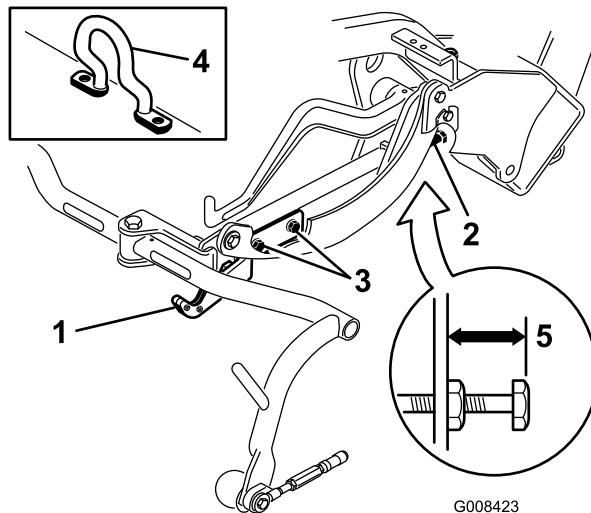
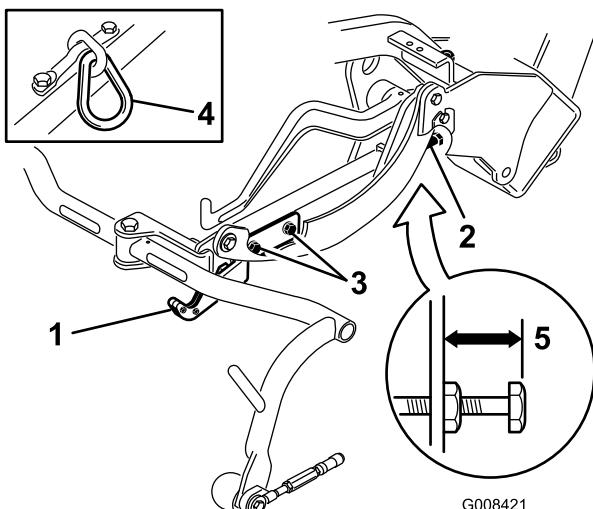
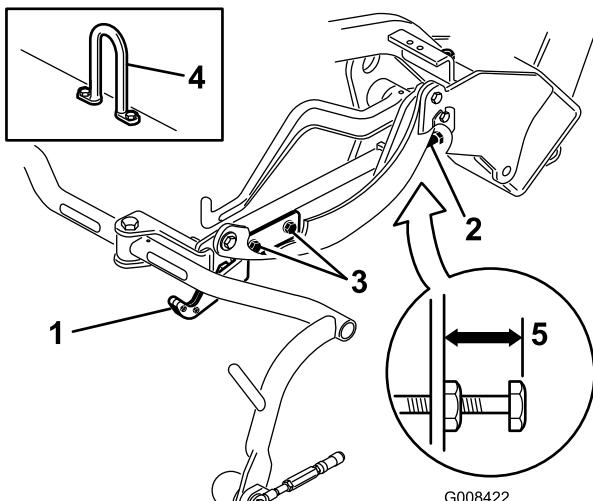

Figura 12
Figura 13
Figura 14
Compruebe la altura de transporte (Figura 13 y Figura 14) y ajústela, si es necesario.
2. En unidades de corte equipadas con un gancho de elevación acodado (Figura 12, detalle) compruebe que la distancia entre la parte superior del tornillo de ajuste del bastidor de tiro y el borde trasero del bastidor de tiro es de 25 mm. Si la distancia no es de 25 mm, continúe con el paso 4.
3. En unidades de corte equipadas con un gancho de elevación con eslabón de cadena o recto (Figura 13 y Figura 14, detalle) compruebe que la distancia entre la parte superior del tornillo de ajuste del bastidor de tiro
y el borde trasero del bastidor de tiro es de 22 mm. Si la distancia no es de 22 mm, continúe con el paso 4. Si la unidad de corte está equipada con un gancho de elevación acodado, (Figura 12), continúe con el paso siguiente.
4. Afloje los tornillos de montaje de la pletina de transporte (Figura 13, Figura 14 y Figura 12).
7. Si los bastidores de tiro no están a la misma altura, afloje la contratuerca del tornillo de ajuste del bastidor de tiro (Figura 12, Figura 13 y Figura 14). Gire el tornillo hacia fuera para elevar y hacia dentro para bajar. Apriete la contratuerca después de obtener la altura correcta.